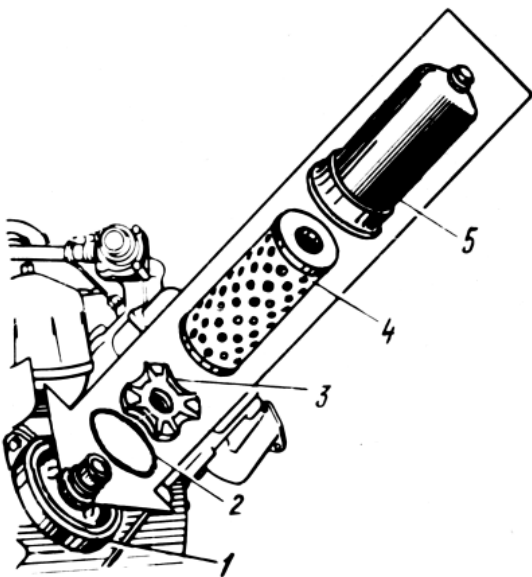

Рис. 13 Масляный фильтр:
2. Отвернуть полностью и снять колпак 5 (рис. 13) фильтра.